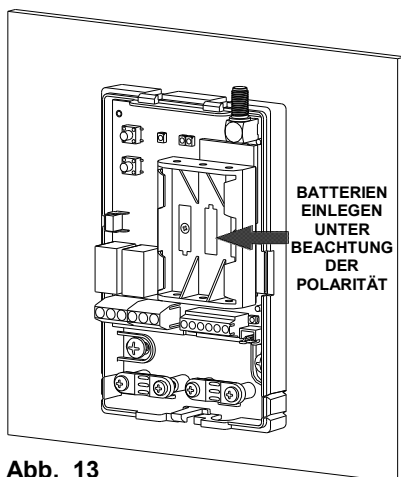
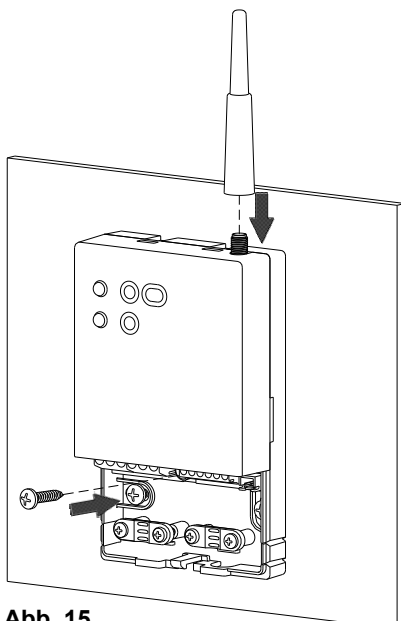

Abb. 13
Abb. 15
⑧ Legen Sie die mitgelieferten Batterien mit der korrekten Polarität ein (Abb. 13).
⑨ Schließen Sie die Schnittstelle mit den folgenden Schritten: Setzen Sie den Deckel so auf die Basis, die beiden Zähnnchen des oberen Teils in die entsprechenden Aussparungen passen und drehen Sie den Deckel in Richtung zur Basis.
- ⑩ Führen Sie die Schraube ein, mit der der Deckel auf der Basis befestigt ist, und schrauben Sie die Antenne an die entsprechende Klemme (Abb. 15).